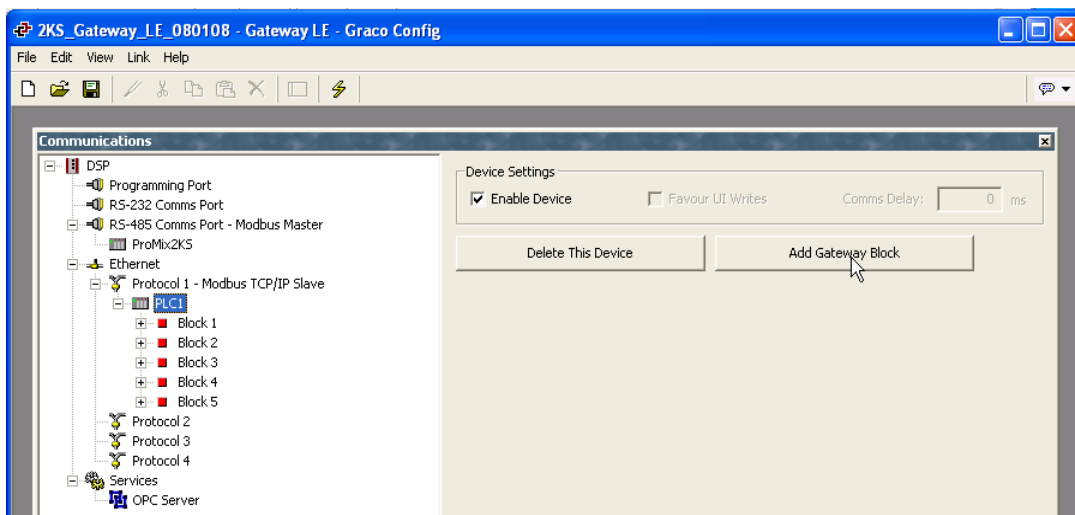

FIG. 22 : Ajout de blocs Gateway
4. Voir la FIG. 22. Ajoutez autant de blocs Gateway que vous le souhaitez pour chaque périphérique.